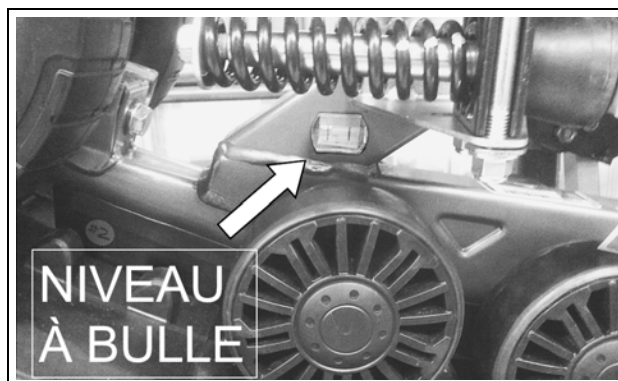

Figure 5
- Un niveau à bulle est fixé à l'intérieur des cadres avant. La bulle doit être parfaitement centrée pour ajuster le système de traction au bon angle d'attaque. Voir la Figure 5.